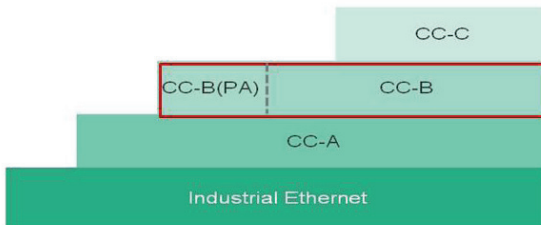

Abb. 1: Aufbau der Conformance Classes (CC) von PROFINET
Der Funktionsumfang von PROFINET ist zur Anpassung an unterschiedliche Einsatzgebiete skalierbar in mehrere, aufeinander aufbauende Conformance Classes (CC) eingeteilt (Abbildung 1). Diese fassen anwendungsorientierte Mindesteigenschaften zusammen: CC-A enthält die Grundfunktionen und ist z.B. auf den Einsatz in der Gebäudeautomation ausgerichtet. CC-B erweitert den Funktionsumfang um Netzwerkd Diagnose und Topologieinformationen; bei CC-B(PA) kommen für die Prozessautomatisierung relevante Funktionen wie beispielsweise Redundanz und „Dynamic Reconfiguration“ (Änderungen der Controllerkonfiguration im laufenden Betrieb) hinzu. CC-C ist eine nochmalige Erweiterung zur Realisierung von IRT-Kommunikation (Isochronous Real Time) und damit Basis für takt synchrone Applikationen. Eine ausführliche Beschreibung der CC enthält das PI-Dokument „PROFINET IO Conformance Classes“ [7.042 e].